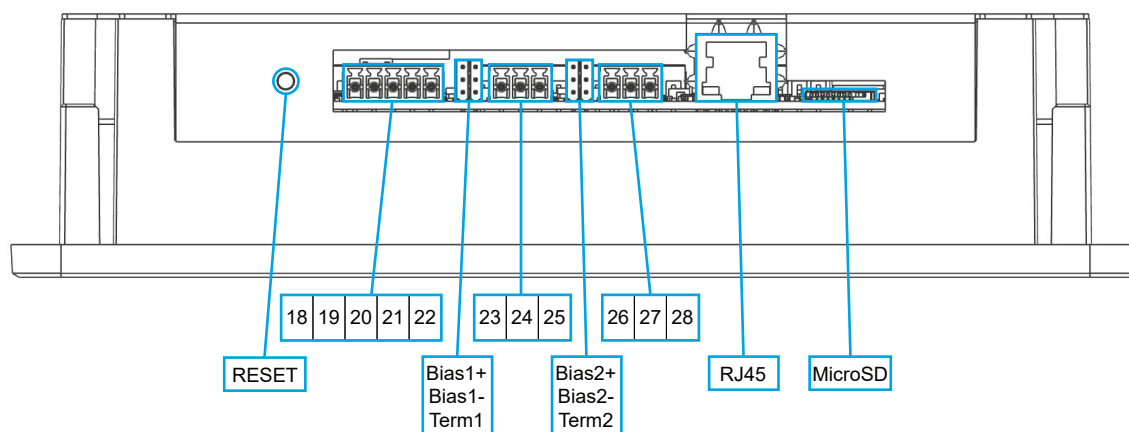

Figura 5
BlueLinQ Pro tiene un puerto RS232 que está diseñado para la comunicación por módem y utiliza el protocolo Modbus RTU, véase la Figura 5 y la Tabla 2. La clavija 22 (RTS) es la petición de envío, la clavija 21 (CTS) es la liberación de envío, la clavija 20 (TX) es la transmisión, la clavija 19 (RX) es la recepción y la clavija 18 (V-) es la referencia de tierra. Al realizar la conexión, utilice un cable trenzado unifilar de tamaño adecuado para las conexiones¹. Si se trabaja en un entorno con mucho ruido eléctrico, se recomienda utilizar un cable blindado. El puerto admite velocidades en baudios estándar de 300 a 230400 y tiene la opción de incluir comprobación de paridad.
Este BlueLinQ Pro tiene dos puertos RS485 aislados y utiliza el protocolo Modbus RTU. Consulte la Figura 5 y la Tabla 2. La clavija 23 y la clavija 24 son las líneas de comunicación diferencial y la clavija 25 se utiliza para el blindaje para RS485_1. La clavija 26 y la clavija 27 son las líneas de comunicación diferencial y la clavija 28 se utiliza para el blindaje para RS485_2. Utilice un par trenzado blindado de doble núcleo con un cable de tamaño adecuado¹.
Los puentes de terminación de comunicación, Term2 para RS485_1 y Term3 para RS485_2, están colocados por defecto. Si la unidad se encuentra en uno de los extremos de la red de comunicación, el puente debe colocarse; en caso contrario, puede retirarse (véase la Figura 5).
BlueLinQ Pro admite un puerto ethernet en una conexión RJ45 estándar. Consulte la Figura 5 y la Tabla 2 de más abajo. En los ajustes, el usuario puede seleccionar dirección IP estática o dinámica. Por defecto, el puerto Modbus TCP es 502.
BlueLinQ Pro dispone de una ranura para una tarjeta de memoria MicroSD de tipo eyector push-push. Véase la Figura 5 y la Tabla 2 de más abajo. Se utiliza principalmente para descargar información de configuración, actualizar el firmware y los datos.
El botón de reinicio de BlueLinQ Pro se puede pulsar a través de un pequeño orificio. Véase la Figura 5 de más abajo. Para activarlo, introduzca un clip recto u objeto similar en el orificio y presiónelo durante 10 segundos. De este modo, la configuración de la unidad se restaurará a los valores predeterminados de fábrica.